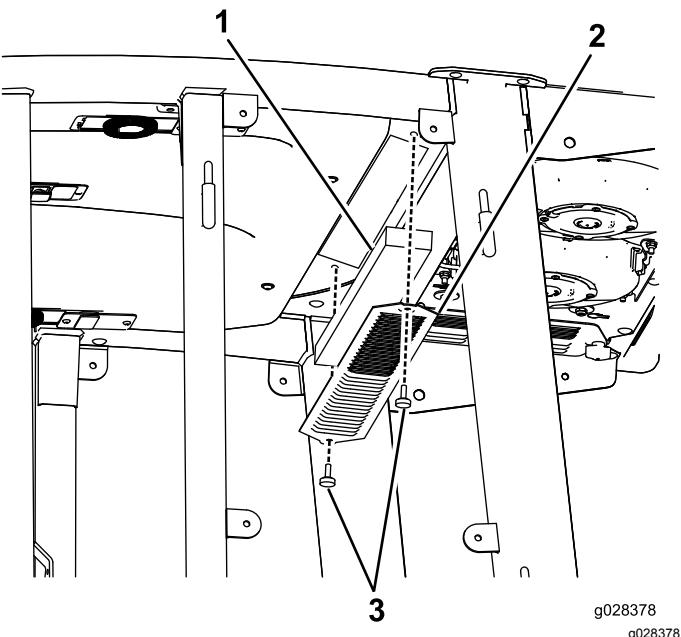
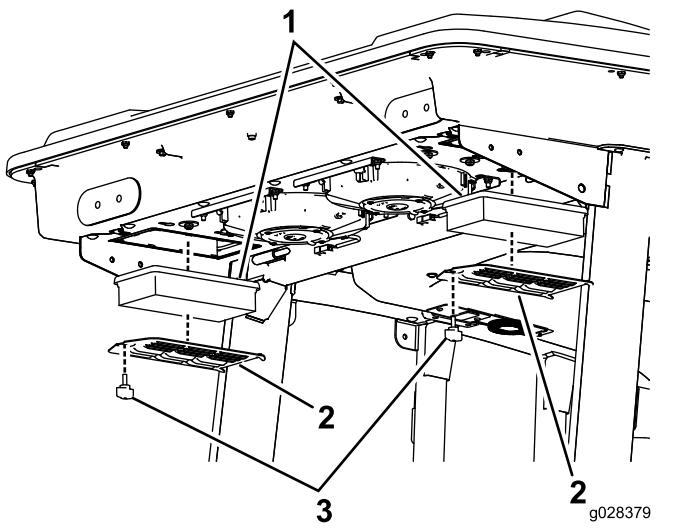
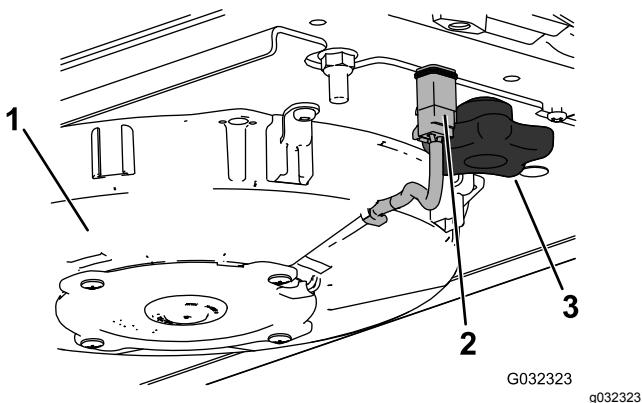
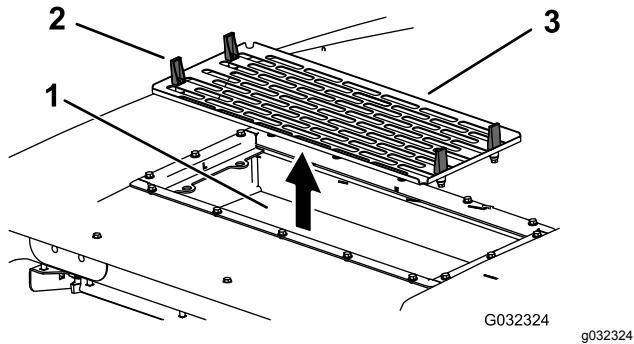

Figura 145
Figura 146
Figura 148
Figura 149
1. Retire los tornillos y las rejillas que cubren el filtro interior y el trasero de la cabina (Figura 145 y Figura 146).
4. Retire los filtros de aire (consulte Figura 146).
6. Instale los filtros de aire, la rejilla y el conjunto del ventilador (Figura 146, Figura 148 y Figura 149).
7. Conecte el cable de cada ventilador (Figura 148).